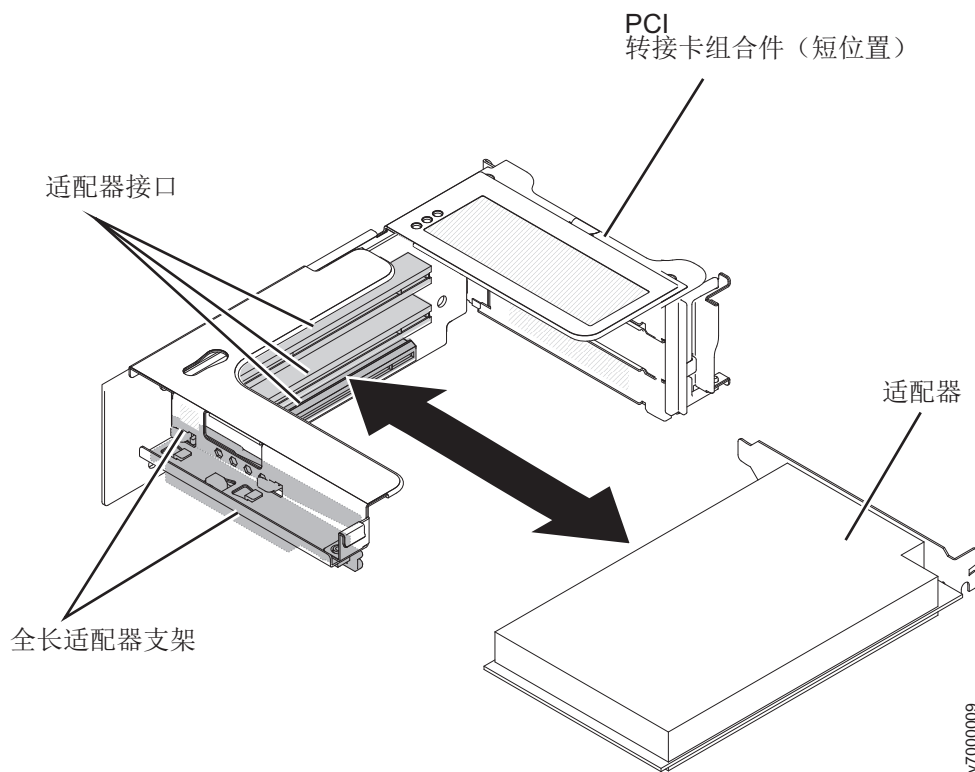

图 156. 从适配器接口中卸下适配器
2. 小心握住适配器的上沿或上角，并将适配器从 PCI 扩展槽中拉出，如 第 188 页的图 156 中所示。